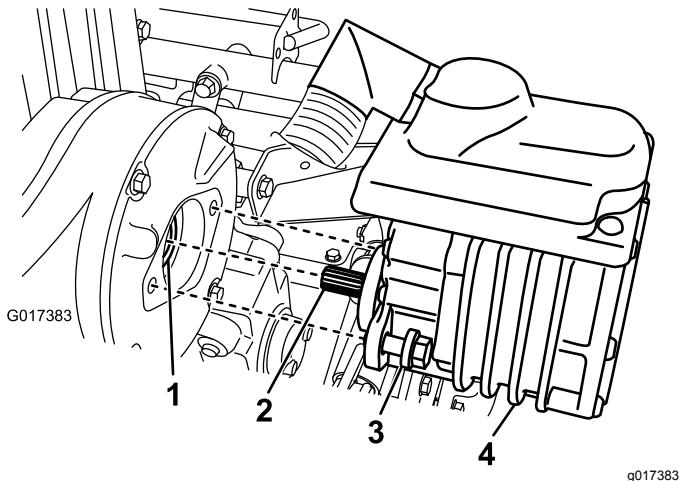

図 40
2. モータをトランミッションケースに固定している2本のボルトを外す図 40。
4. グリスガンを使って、トランミッションケースのメスのカップラに1回か2回のポンプ操作でグリスを注入する図 40。